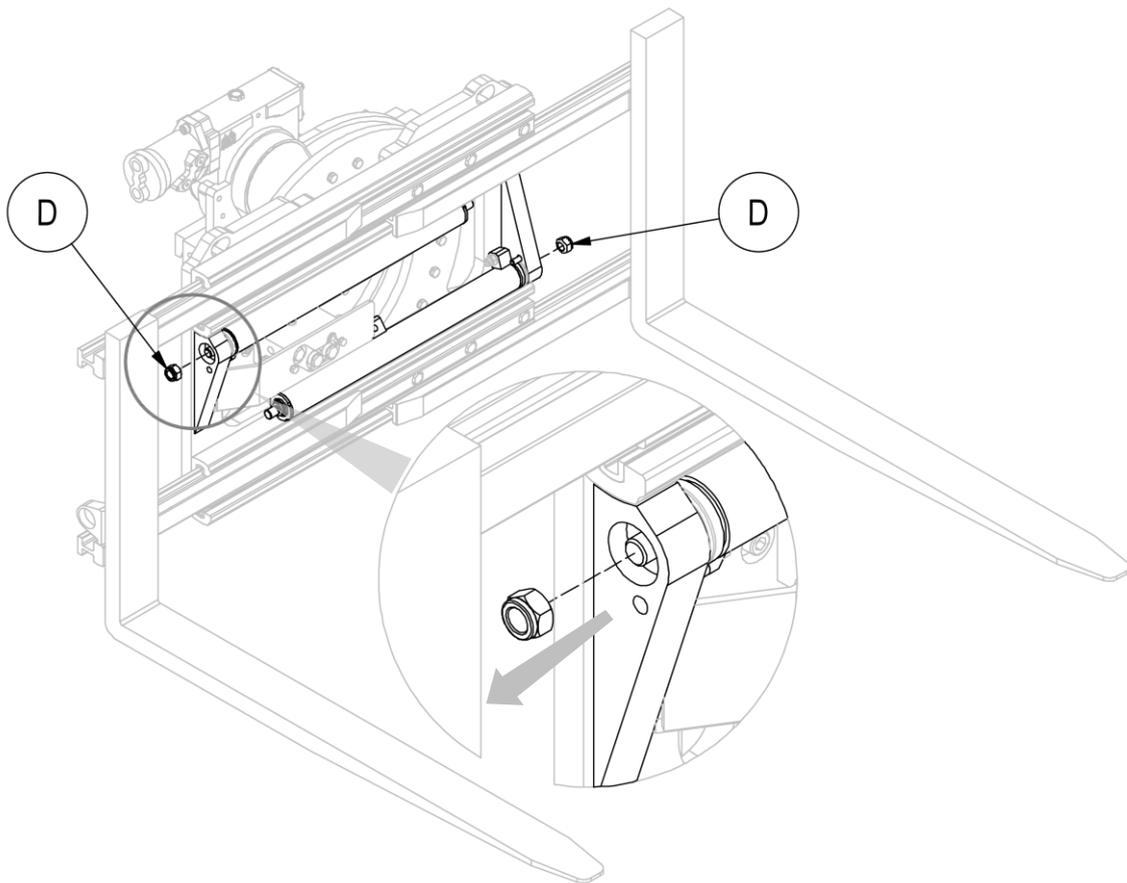

Abbildung 31
7. Entfernen Sie nacheinander die Muttern **D**, die die Zylinder am Klammerkörper befestigen; dann nehmen Sie die Zylinder weg. Achten Sie darauf, sie nicht zu beschädigen (siehe *Abbildung 31*).